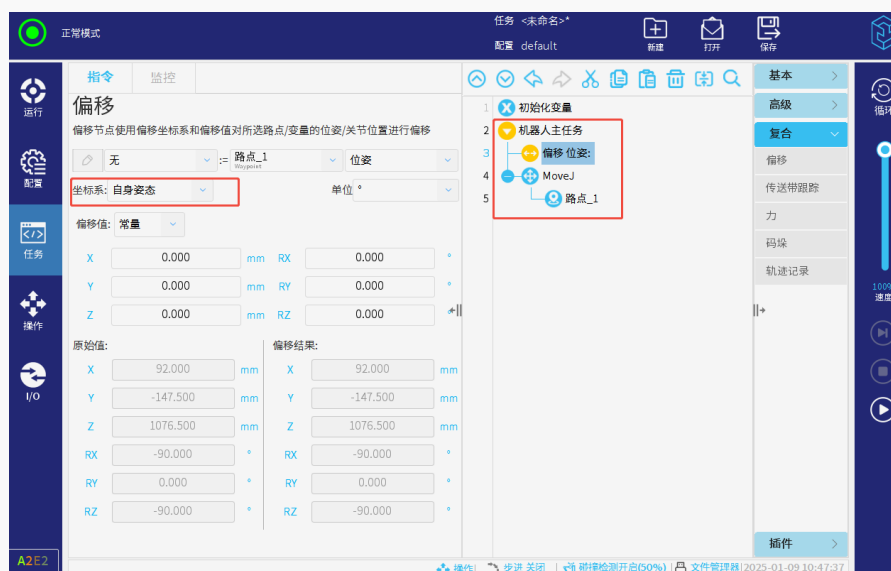

图 3-118: 自身姿态坐标系设置
- 由于机器人的姿态坐标系近乎等同于机器人实时的工具坐标系，因此只需指定“自身姿态”坐标系，无需限制偏移节点的位置，系统将按照该路点的预设位姿或实际位姿的姿态坐标系直接执行偏移，如图 3-118所示。